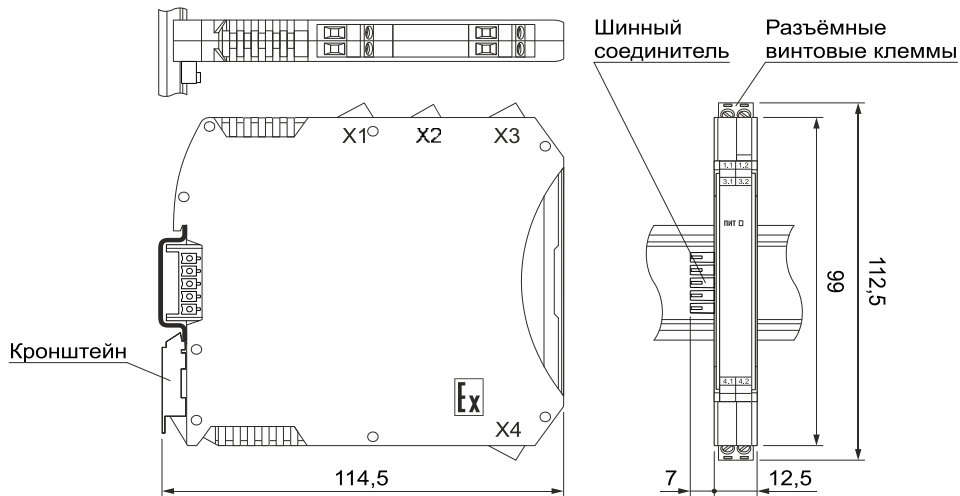

Рисунок 6.1 – Габаритные размеры барьера KA5031Ex-1N
6.3.1 Электрические соединения осуществляются с помощью розеток к клеммным соединителям X1, X2, X3, X4. Размещение клеммных соединителей показано на рис. 6.1. Розетки рассчитаны на подключение проводников с сечением не более 2,5 мм².